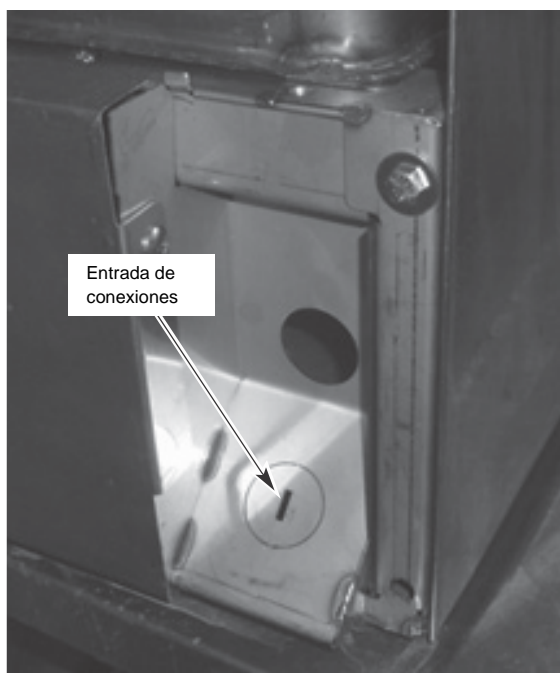

Fig. 3
3. Hay una perforación para el conductor de 1" (2.54 cm) en la parte inferior derecha en la parte trasera de la máquina (Fig. 3). En caso que necesite espacio, quite la entrada de conexiones y use un conector de 45°.